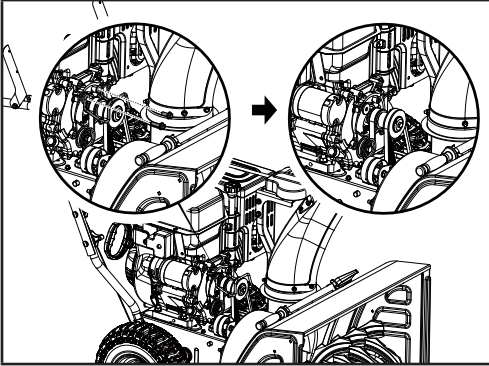

Figure 23
- Retirez les 2 boulons (20 mm / 30 mm) qui retiennent le protège-courroie (figure 23). Il est à noter que le ressort n'est pas tendu à ce stade-ci.